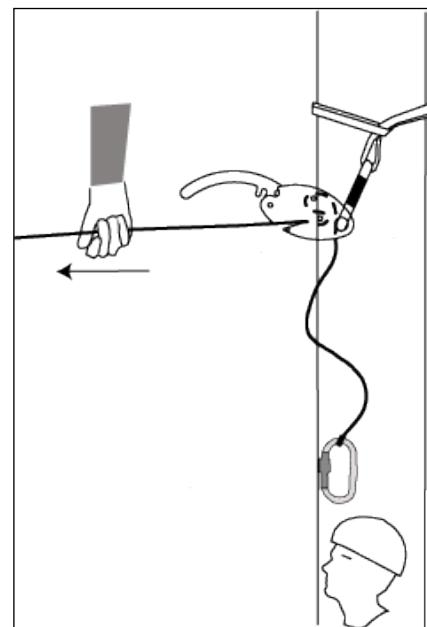

Figure 5 Serrer la corde entre l'appareil de descente Smartline et la personne blessée.
- 3) Placez la longe d'ancre autour d'une structure, puis dans le mousqueton vert attaché au dispositif de descente. Le Smartline est suspendu comme indiqué sur la figure 5.
- 5) Saisissez le mou de la corde en tirant l'extrémité libre de la corde, comme indiqué sur la figure 5. Il est important d'éviter les charges dynamiques.
Après avoir serré autant que possible la corde mise entre l'ancrage et la personne à évacuer (figure 5), ajustez l'équipement de protection contre les chutes, chargé, pour abaisser la personne jusqu'à ce que tout son poids soit dans le Smartline. Ensuite, l'autre équipement de protection contre les chutes peut être enlevé et la descente peut démarrer.